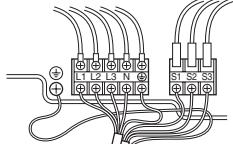

Fig. 6-2
### 6.1. Наружный прибор (Fig. 6-1, Fig. 6-2)
① Снимите защитную панель.
② Подсоедините кабели, как указано на Fig. 6-1 и Fig. 6-2.